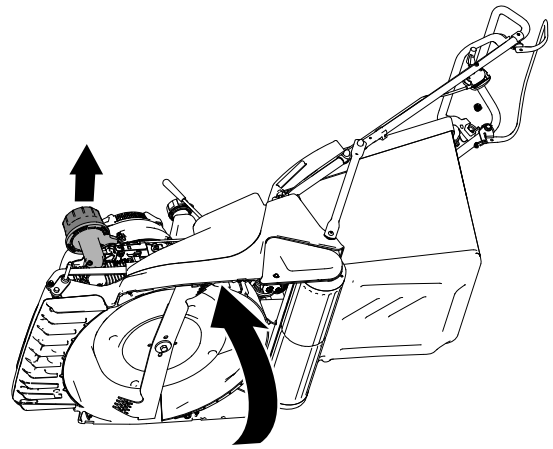

Figura 6
1. Inclinate la macchina sul fianco, con il filtro dell'aria o la leva dell'altezza di taglio rivolti verso l'alto (Figura 6).